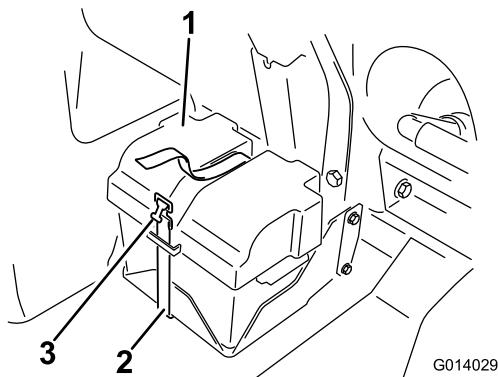

图16
3. 卸下电池（图16）上的盖子，断开负极电池线。
10. 用箍带将盖子紧固到电池盒（图16）。